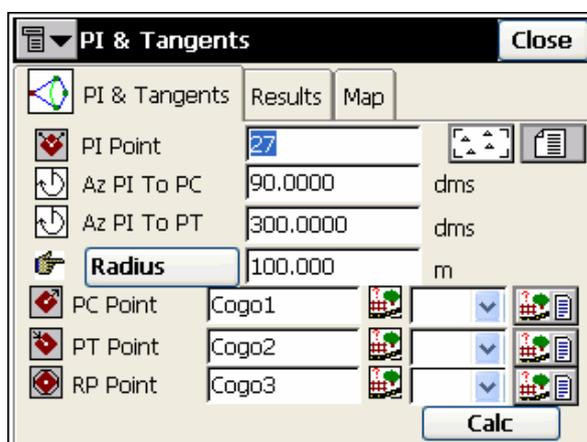

Рисунок 8-8. Точка поворота и тангенсы
1. Введите исходные данные, необходимые для выполнения задачи, а также имена и коды вычисляемых точек (рис. 8-8).